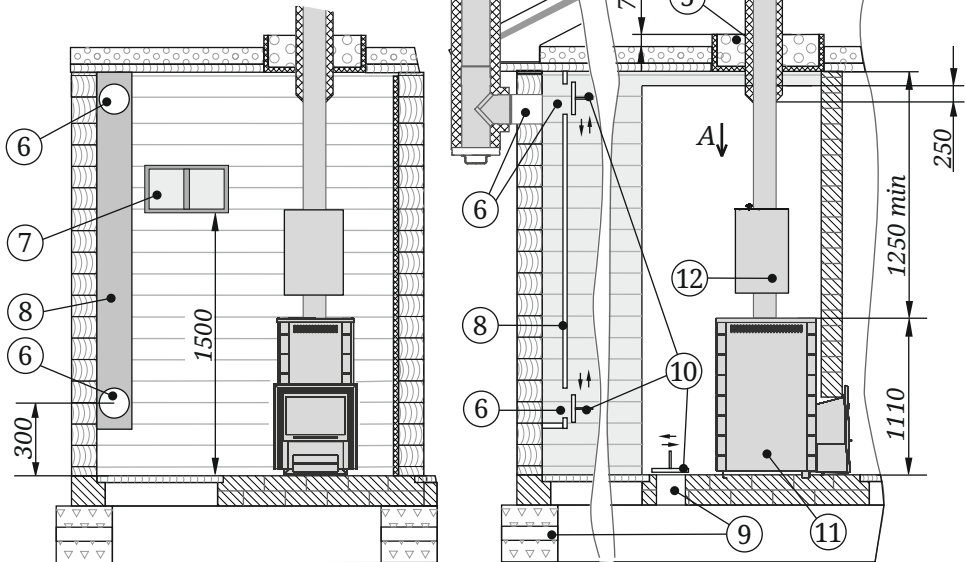

Рисунок 3. Схема монтажа печи
- пол из горючих и трудногорючих материалов перед дверцей топки застелить металлическим листом размером 700×500 мм (рисунок 3).
Для обеспечения хорошего воздухообмена, вентиляции и обеспечения оптимальных кондиций русской паровой бани, в парной необходимо организовать приточно-вытяжную вентиляцию (см. рисунок 3).